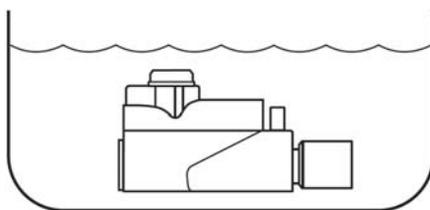

Figure 4. Trempage du Module d'injection dans le Sporox II
10. Immerger totalement le Module d'injection dans le Sporox II pendant au moins 30 minutes à 20 °C pour le désinfecter (voir la *Figure 4*). Si le module d'injection a été utilisé du côté humide/humidifié du circuit respiratoire, appliquer un temps de trempage étendu de 6 heures à 20 °C ou stériliser à l'autoclave en suivant les instructions ci-dessous. La phase inspiratoire d'un circuit d'anesthésie est considérée humide.